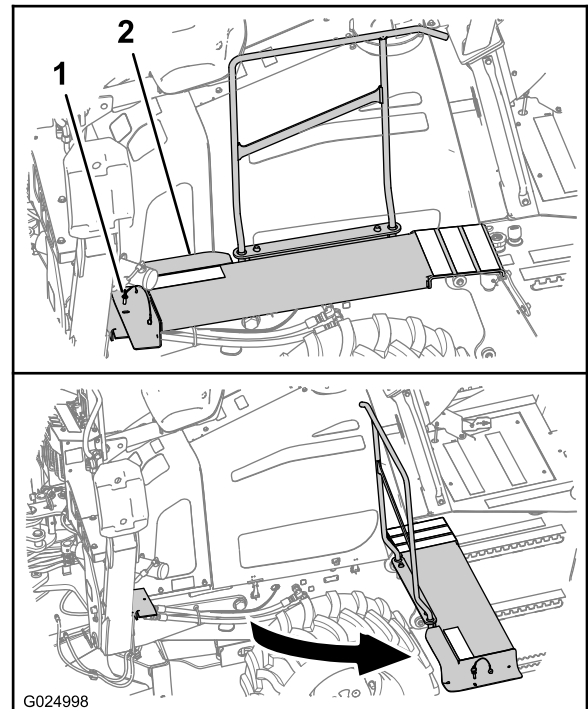

Figura 64
- A. Sul lato sinistro della macchina, rimuovete il perno di fissaggio dall'estremità anteriore della pedana (Figura 64).
B. Ruotate la pedana estraendola dalla macchina come illustrato in Figura 64.
- A. Ruotate l'estremità anteriore della pedana riportandola nella sua posizione originale (Figura 64).
- B. Allineate il foro della pedana con il foro nella relativa staffa di supporto (Figura 64).